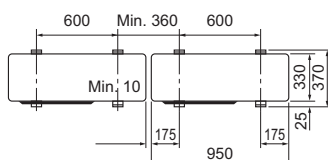

Fig. 3-1
- Η μονάδα πρέπει να τοποθετηθεί σε σταθερή και επίπεδη επιφάνεια για την αποφυγή θορύβων κατά τη λειτουργία. (Fig. 3-1)